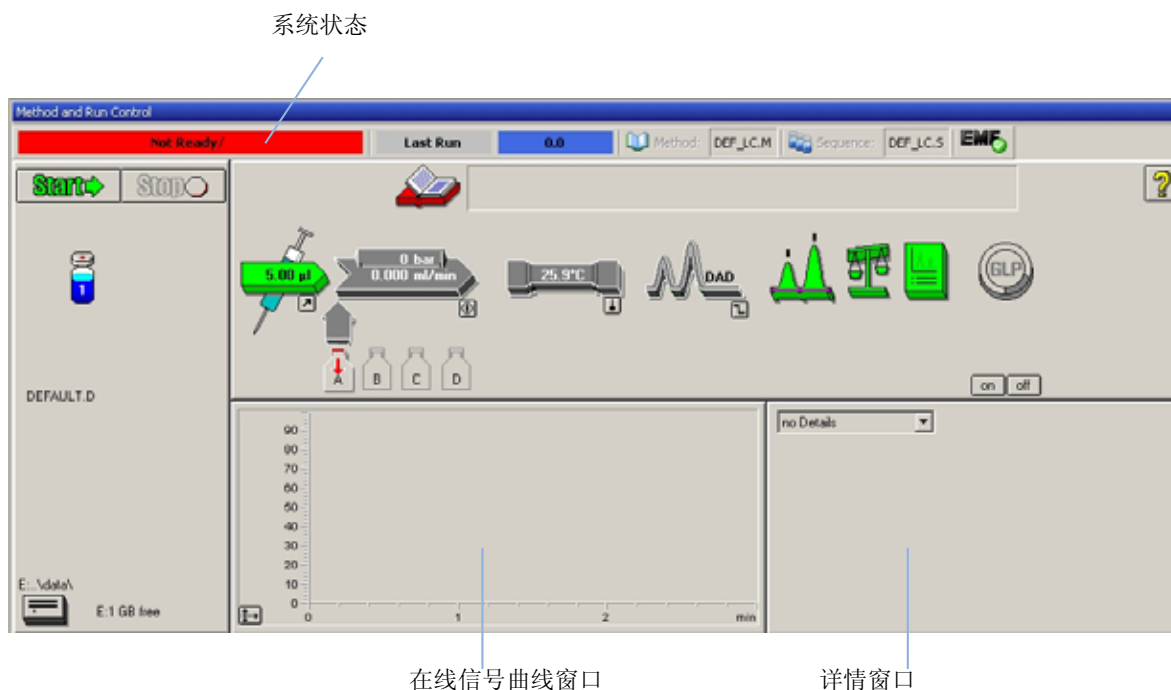

图 10 初始化学工作站屏幕（方法和运行控制）
- 3 启动安捷伦化学工作站软件 (B.02.01)。如果找到了泵、自动进样器、柱温箱和检测器，化学工作站屏幕上应如第 43 页的图 10 中所示。系统状态为红色（未就绪）。